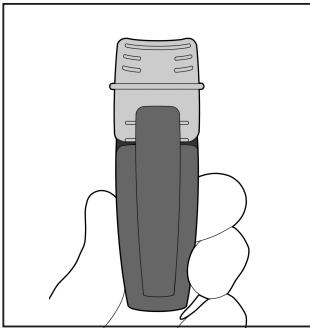

Fig. 11
1. Certifique-se de que o IntegraBite está devidamente montado com o aplicador e a placa de mordida verticalmente alinhados (fig. 11).